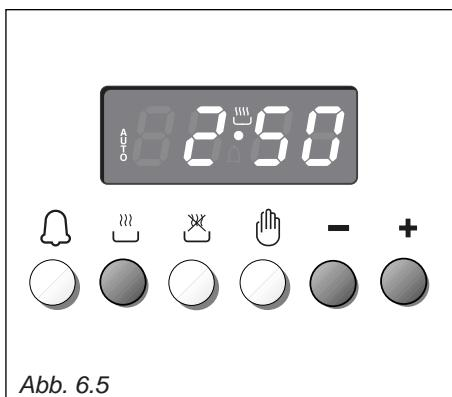

Abb. 6.5
1. Gardauer durch drücken der Taste und der Taste oder einstellen. (Abb. 6.5). (Taste erhöhen, Taste verringern). **AUTO** und das Symbol leuchten auf.